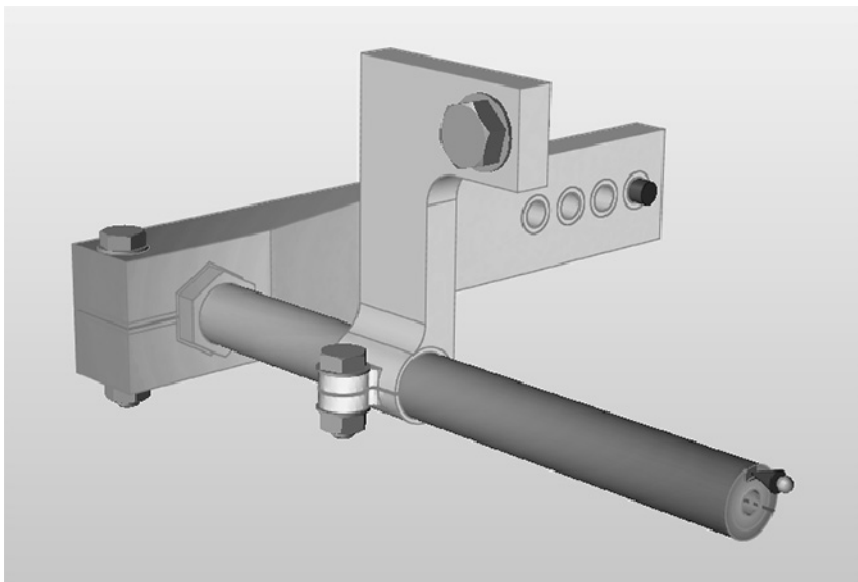

图 12-22
7) 在分析探索器中, 为结果类型选择位移, 如图 12-22 所示。现在, 因为重新定义了接触, 位移穿过夹钳到达了设计空间。